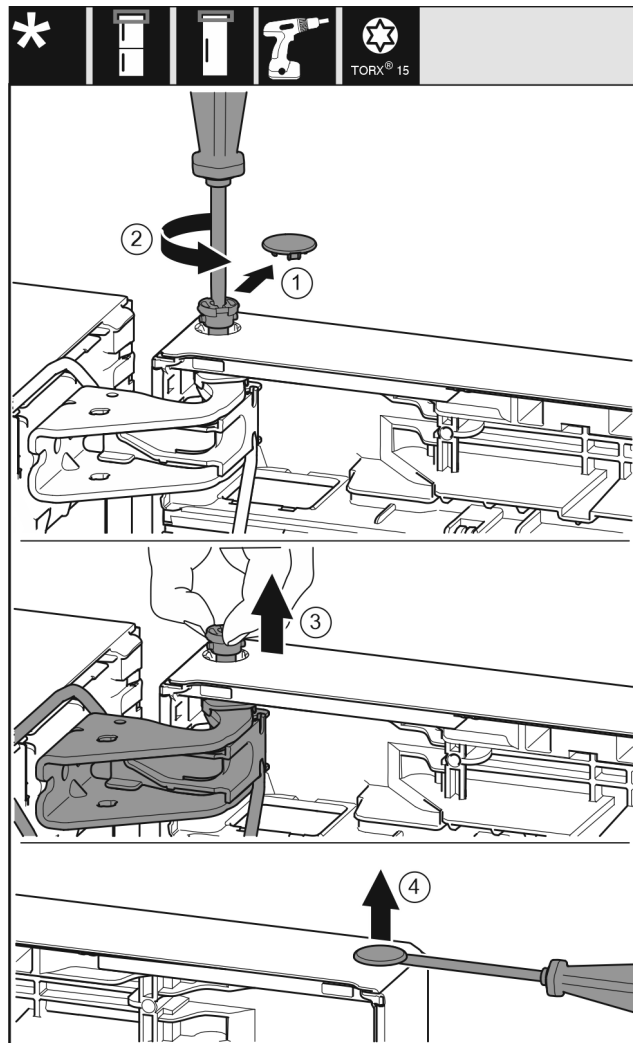

Fig. 10
- ▶ Estrarre con cautela la copertura di protezione. Fig. 10 (1)
- ▶ Con un cacciavite T15 svitare un po' il perno. Fig. 10 (2)
- ▶ Tenere ferma la porta ed estrarre il perno con le dita. Fig. 10 (3)
- ▶ Con un cacciavite a testa a intaglio sollevare con cautela i tappi a vite dalla boccola della porta ed estrarli. Fig. 10 (4)